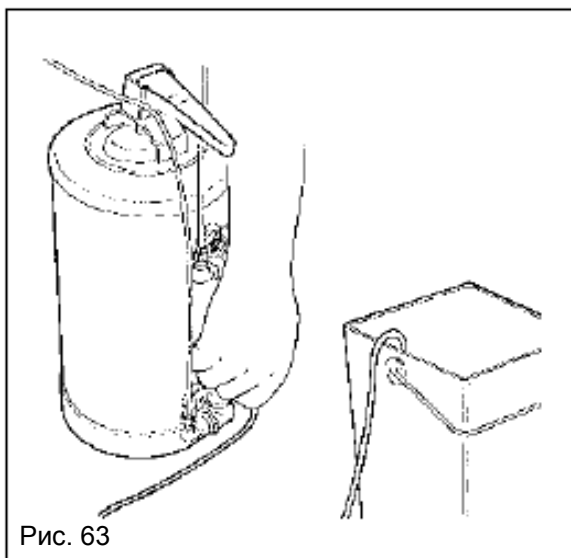

Рис. 63
- откройте нижний кран, поместив шланг в ведро или подсоединив его к сточной системе (рис. 63).